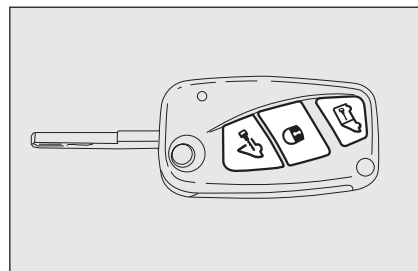
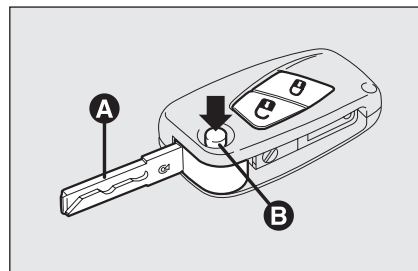
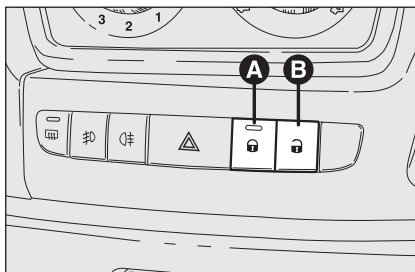

fig. 107
fig. 108
fig. 110
Les portes fermées, appuyer sur le bouton  sur la télécommande **fig. 107** ou bien introduire et tourner la tige métallique dans la serrure de la porte côté conducteur dans le sens des aiguilles.
Le verrouillage des portes n'est activé que si les portes sont fermées. Si une ou plusieurs portes sont ouvertes après la pression sur le bouton  sur la télécommande **fig. 107**, les indicateurs de direction et le voyant présent sur le bouton **A-fig. 110** clignotent rapidement pendant environ 3 secondes.
La fonction active, les boutons **A** et **B fig. 110** sont désactivés.
En effectuant une double pression rapide sur le bouton  sur la télécommande **fig. 107** on active le dispositif dead lock (voir paragraphe "Dispositif dead lock").
Appuyer brièvement sur le bouton  **fig. 107** ou bien  **fig. 108**, selon les versions, pour obtenir le déverrouillage des portes avant à distance, l'allumage temporisé des
Appuyer sur le bouton **A-fig. 110** pour verrouiller les portes, appuyer sur le bouton **B** pour déverrouiller les portes. Les actions de blocage/déblocage s'effectuent de manière centralisée (avant et arrière). Quand les portes sont bloquées, le voyant sur le bouton **A** est allumé et une pression sur le bouton **B** provoque le déverrouillage centralisé de toutes les portes et l'extinction du témoin. Quand les portes sont déverrouillées, le voyant est éteint et une pression sur le bouton provoque le verrouillage de toutes les portes. Le verrouillage des portes est activé seulement si toutes les portes sont correctement fermées.
on ne pourra plus effectuer le déverrouillage par le bouton **A-fig. 110** placé entre les commandes sur la planche.
- ☐ boutons **A-B fig. 110** de verrouillage/déverrouillage
Le dispositif s'enclenche automatiquement sur toutes les portes si on effectue une double pression rapide sur le bouton  sur la clé avec la télécommande **fig. 107**.
L'activation du dispositif est signalée par 3 clignotements des indicateurs de direction et par le clignotement du voyant placé sur le bouton **A-fig. 110** placé entre les commandes sur la planche.